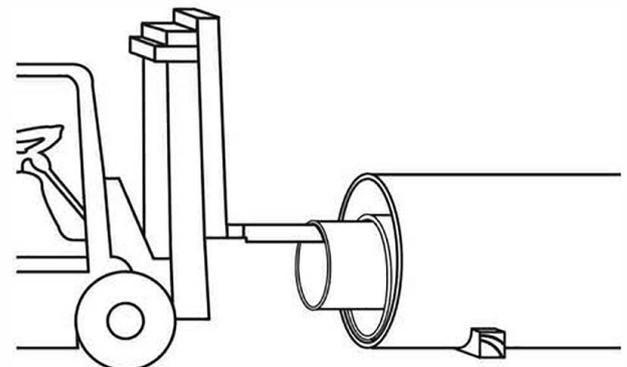

Figure 2-7 De-télescopage à l'aide d'un chariot élévateur
- 4 Le déballage et le désassemblage des tuyaux sera fait de façon plus efficace dans une zone spécifique. Les tuyaux internes, en commençant par le plus petit, seront soulevés doucement en insérant une perche capitonnée dans la plus petite section et en la glissant doucement en dehors sans endommager les autres tuyaux (**figure 2-7**). Quand le poids, la longueur et/ou l'équipement ne permettent pas cette méthode, une étude spécifique sera fournie pour glisser les tuyaux en dehors sans les abimer.